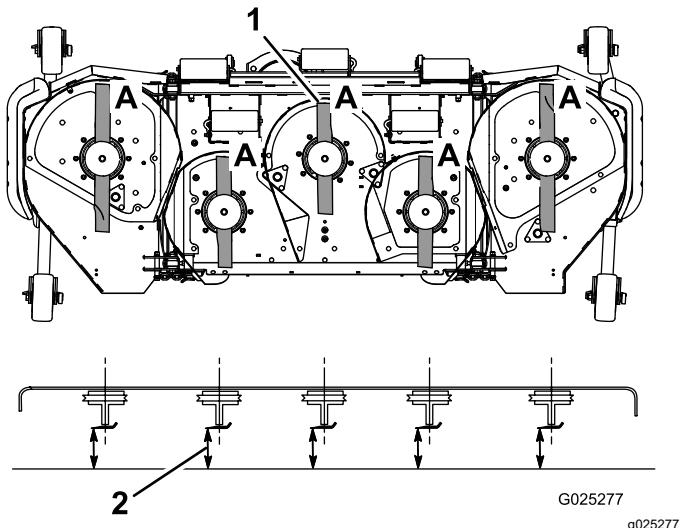

Bild 27
- Drehen Sie die Schnittmesser, bis die Enden nach vorne und hinten gerichtet sind (Bild 27).
- Messen Sie von einer ebenen Fläche bis zur Schnittkante (Position A) der Messer (Bild 27). Notieren Sie diesen Wert.